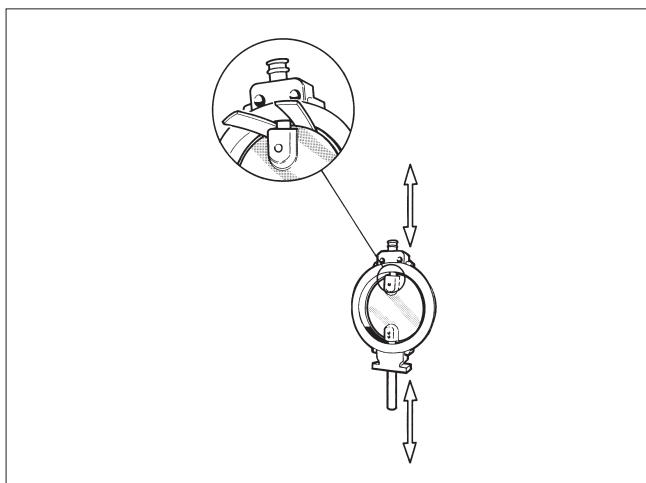

Fig. 15 Protection du disque au cours du démontage et du remontage
- Placer des bandes de caoutchouc ou une autre protection entre le bord du disque et le corps, et enlever les axes (cf. figure 15).
- Poser le disque sur sa face plane sur la surface de support. Lever le corps et le déposer autour du disque en alignant les alésages des axes avec ceux du disque. Ne pas oublier de protéger le disque! (Cf. figure 15).